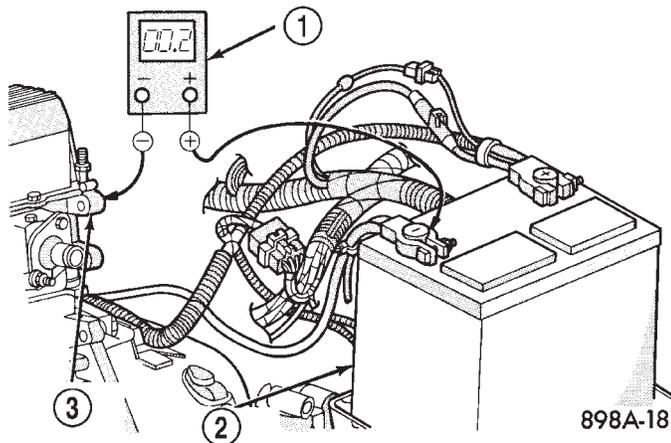

Abb. 18 Widerstand im Massestromkreis überprüfen—Typisch
(4) Voltmeter zwischen der Polklemme des Batterie-Minuskabels (-) und einem guten Massepunkt am Motorblock anschließen (Abb. 18). Zündschalter in Stellung "START" bringen und in dieser Stellung halten. Voltmeteranzeige beobachten. Wird eine Spannung von über 0,2 V angezeigt, die Anschlußöse des Batterie-Minuskabels (-) am Motorblock reinigen. Prüfung wiederholen. Liegt die angezeigte Spannung